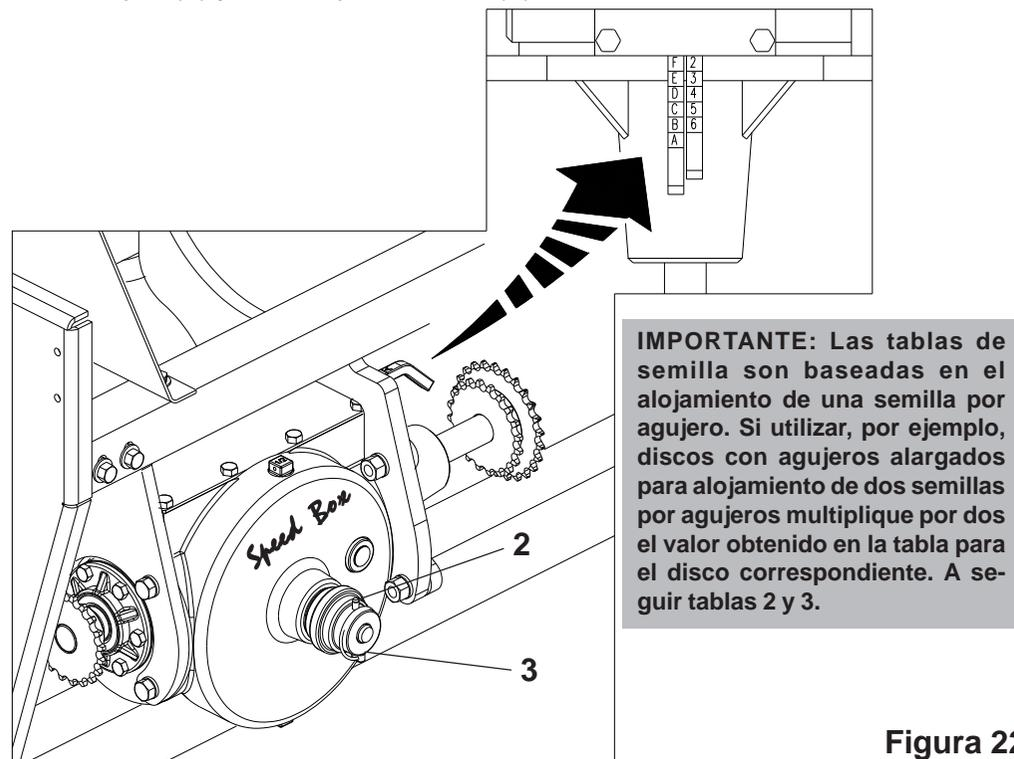

Figura 22
CAJA DE VELOCIDADES SPEED BOX (Figura 22)
2 - Para calibración de la densidad de semilla, seleccione la cantidad deseada en las tablas y verifique en la columna "COMBINACIÓN" la numeración correspondiente de las palancas (1) **detalle "A"**. Ejemplo: posición **F 2**, indica que la palanca con letras debe estar en la posición "F" y la palanca de números debe estar en la posición "2" como detalla la **Figura 22**.